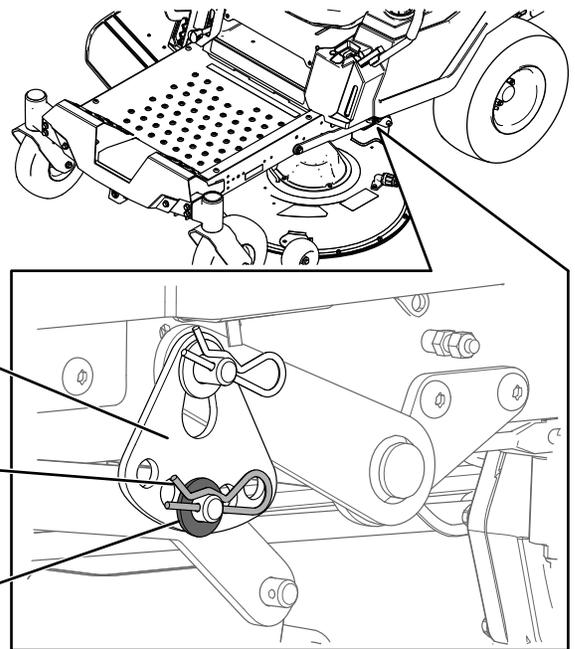

Figura 68
6. Retire la chaveta y la arandela del pasador inferior del brazo de elevación (Figura 68).